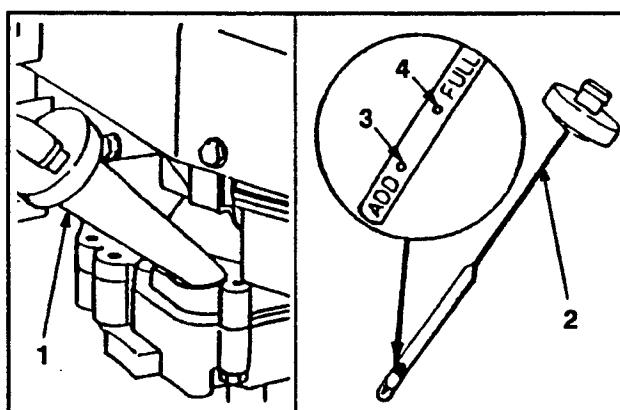

Figure 6
Remplir le carter d'huile SAE 30 jusqu'à ce que le niveau atteigne le repère FULL (plein) de la jauge comme illustré à la figure 6. Une huile 10W30 peut être substituée à l'huile 10W30 si celle-ci n'est pas disponible. La capacité maximale du carter d'huile est de 75 cl (25 onces).
Avant chaque usage, s'assurer que le niveau d'huile se situe entre les repères ADD et FULL (fig. 6). Ajouter de l'huile suivant les besoins.
3. Essuyer la jauge et l'insérer dans le tube de remplissage. Faire tourner le bouchon d'1/4 de tour. Retirer à nouveau la jauge et vérifier le niveau d'huile (fig. 6). Si ce niveau est insuffisant, ajouter juste assez d'huile pour que celui-ci atteigne le repère FULL sur la jauge. **NE PAS REMPLIR AU DELÀ DU REPÈRE "FULL." CECI RISQUERAIT D'ENDOMMAGER LE MOTEUR AU COURS DU DÉMARRAGE. VERSER L'HUILE LENTEMENT.**
1. VÉRIFIER LE NIVEAU D'HUILE – Maintenir le niveau d'huile entre les repères ADD et FULL sur la jauge (fig. 6).